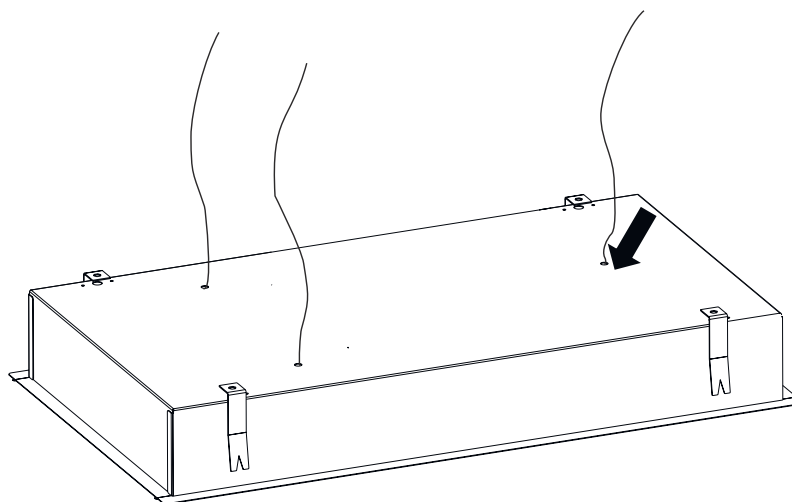

Fig. 10
4. ➤ För stålvajrarna uppifrån och ner i fläkten genom säkerhetslåset (Fig. 10).